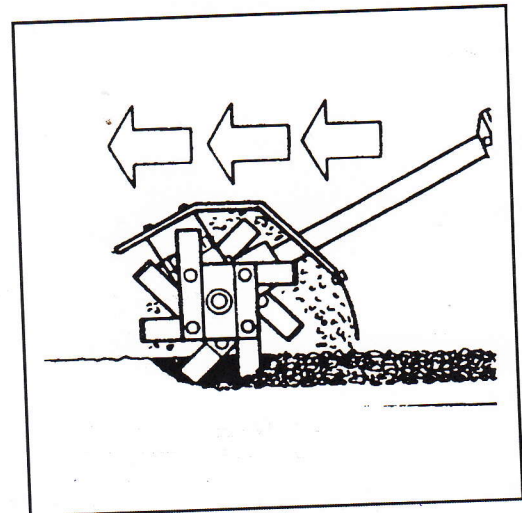
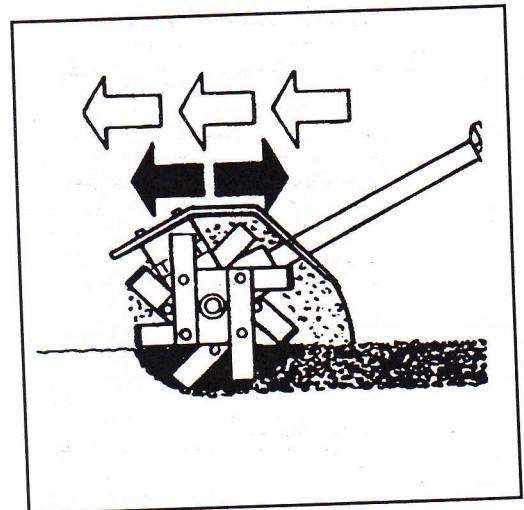

Fig. 5
Fig. 6
- Para un trabajo poco profundo: mueva el cultivador rápidamente sobre le terreno (Fig. 5). En cambio, si Ud. desea labrar profundamente, camine muy lentamente y permanezca más tiempo en el mismo sitio, moviendo la máquina hacia adelante y atrás (Fig. 6).
- Om op kleine diepte te werken, de cultivator snel over het terrein bewegen (Fig.5). Om juist in de diepte te werken, langzaam vooruit bewegen en langer op hetzelfde punt stilhouden, terwijl u de cultivator naar voren en naar achteren beweegt (Fig.6).
- Para sarchar com pouca profundidade, mova o cultivador rapidamente no terreno (Fig. 5). Por outro lado, para sarchar fundo, prossiga lentamente e permaneça mais tempo no mesmo lugar, deslocando o cultivador para a frente e para trás (Fig. 6).